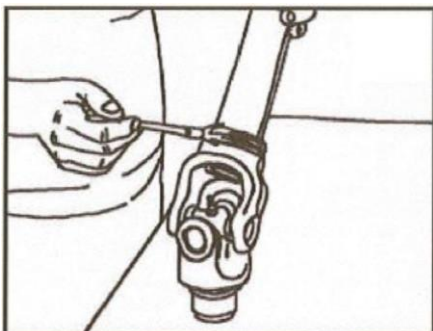

Рис. 77. Смазка кольцевого паза
- Смажьте кольцевой паз торцевого уплотнения на вилках карданного шарнира (Рис. 77).